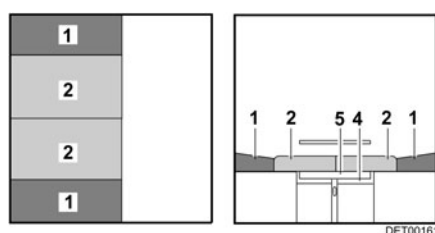

Fig. 77 Después de la transformación
- Tirar de los cojines del asiento (Fig. 77,2) hacia el centro.
- Colocar los cojines del respaldo (Fig. 77,1) entre los cojines del asiento y la pared.